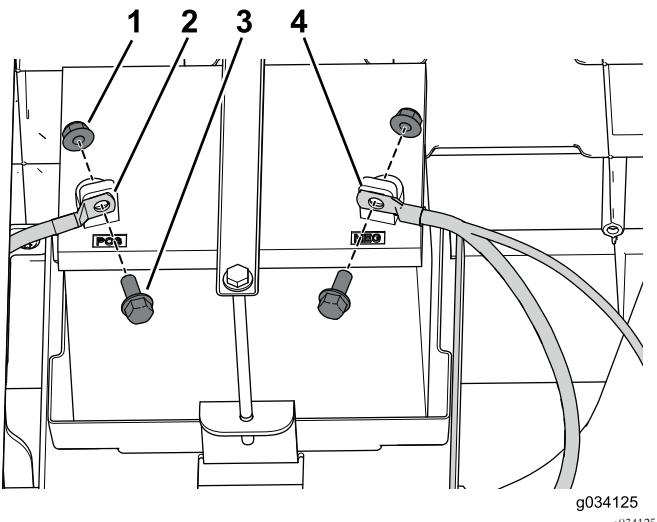

Figure 48
1. Fixez le câble positif (+) à la borne de la batterie à l'aide du boulon et de l'écrou (Figure 48).
2. Fixez le câble négatif (-) à la borne de la batterie à l'aide du boulon et de l'écrou (Figure 48).